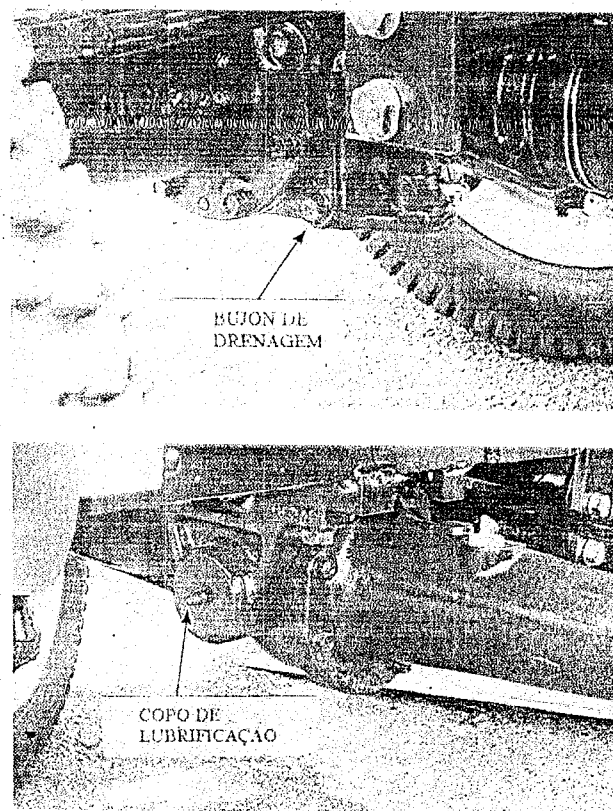
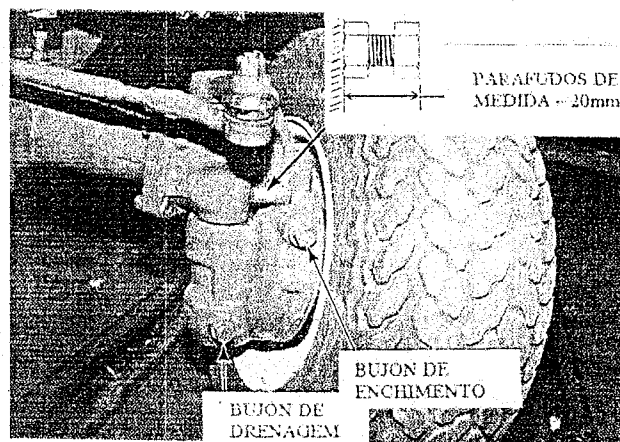

Fig. 82 – Bujon de drenagem e tubagem de lubrificação do diferencial de eixo frontal
Fig. 83 – Orifício de enchimento e bujons de drenagem da estrutura das redutoras
- 1 – Com o óleo à temperatura normal de funcionamento, drene-o, removendo o bujon do diferencial do eixo frontal, fig.82, e os bujons de drenagem da estrutura de redução de velocidades, fig.83. Volte a colocar os bujons no sítio depois de drenar o óleo.
- 2 – Remova os bujons de enchimento em cada redutora, fig.83, e encha com óleo novo de acordo com a tabela de lubrificantes e volte a instalar o bujon de enchimento,
NOTA: Para garantir uma operação correcta da direcção , o parafuso de paragem, fig.83, deveria sobressair cerca de 20mm do revestimento.